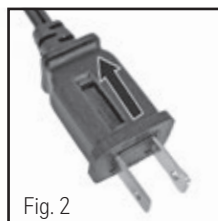

Fig. 2
- Retirez soigneusement le fusible grillé et insérez un nouveau fusible. Pour réduire le risque d'incendie, ne remplacez le fusible que par un fusible de 2,5 A, 125 volts. Fermez complètement la porte du compartiment du fusible en la faisant glisser. (Fig. 2) Jetez le fusible grillé. La fiche devrait maintenant être prête pour un usage normal.